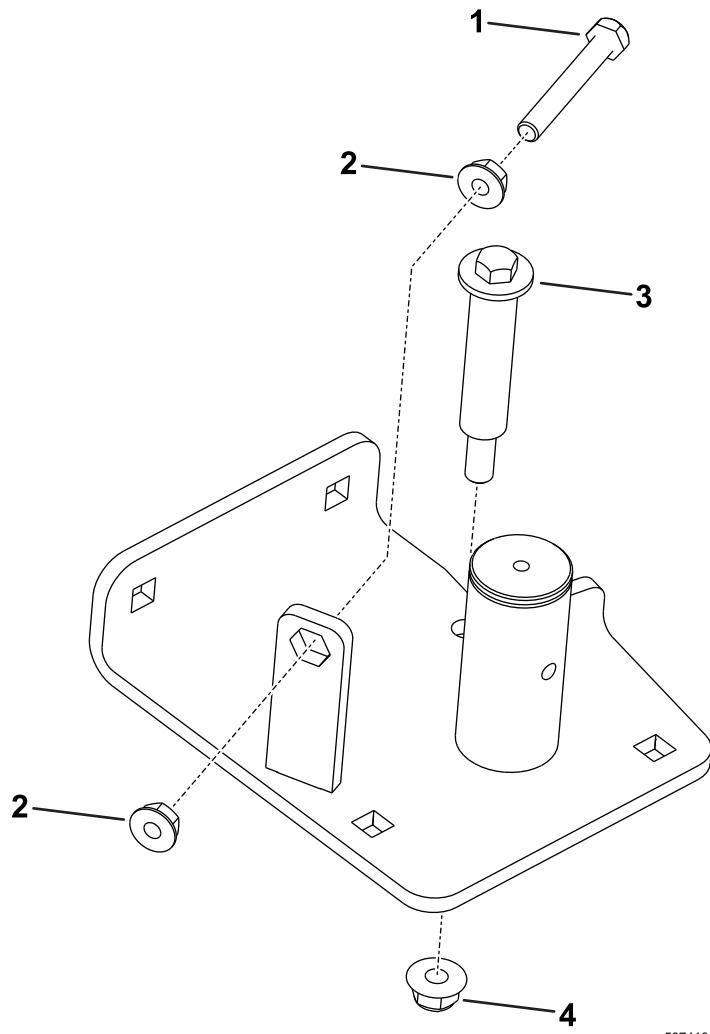

图 5
1. 使用 2 个凸缘螺母 5/16 英寸将六角螺栓固定到新怠轮枢轴总成 (图 5)。
5. 向怠轮枢轴板安装一个凸缘螺母 3/8 英寸或一个轴肩螺栓 (图 5)。